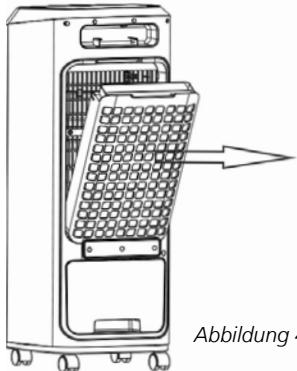

Abbildung 4
1. Nehmen Sie zuerst das hintere Netz in der angegebenen Pfeilrichtung heraus. Abbildung 4.